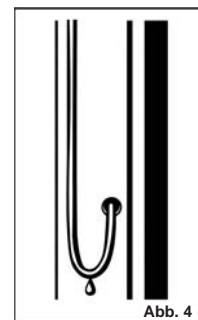

Abb. 4
7. Um ein Eindringen von Wasser in den Mast oder das Mauerwerk zu verhindern, sollten Sie mit dem Kabel einen "Wassersack" bilden. (Abb. 4)
7. To avoid ingress of moisture in the mast or brickwork, lay the cable (Fig. 4)